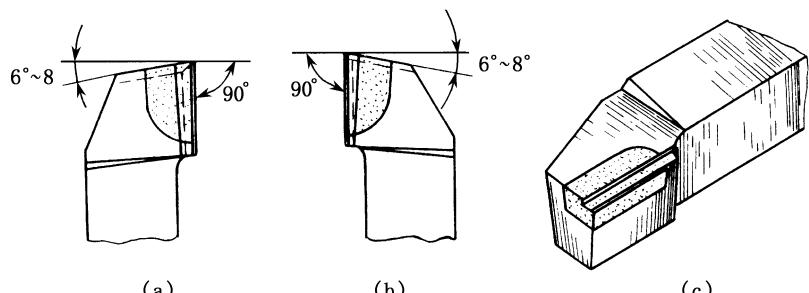
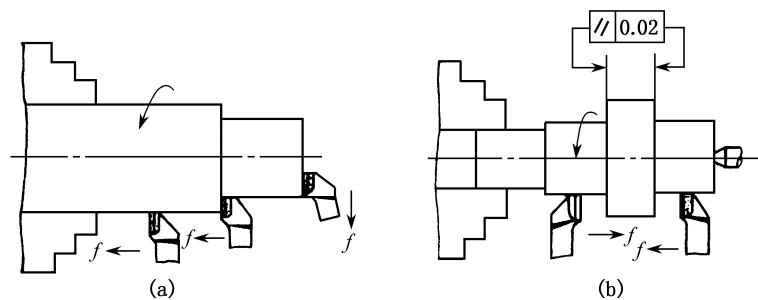
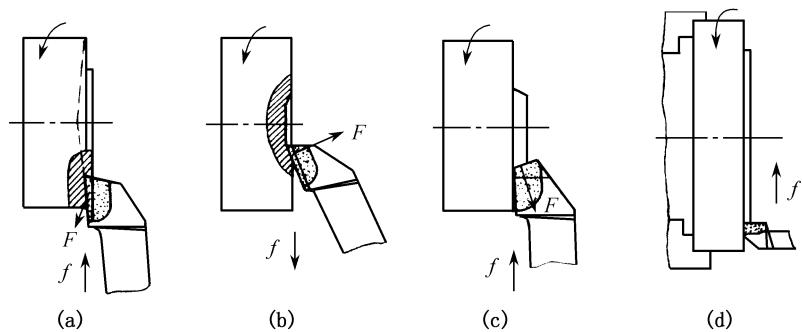

图 3-7 偏刀
图 3-8 偏刀的使用
图 3-9 用偏刀车端面
(1)  $90^\circ$  外圆车刀, 简称偏刀。按车削时进给方向的不同又可将偏刀分为左偏刀和右偏刀两种 (图 3-7)。
左偏刀的主切削刃在刀体右侧 (图 3-7 (a)), 由左向右纵向进给 (反向进刀), 又称反偏刀。
右偏刀的主切削刃在刀体左侧 (图 3-7 (b)), 由右向左纵向进给, 又称正偏刀。右偏刀一般用来车削工件的外圆、端面和右台阶。因为它的主偏角较大, 车削外圆时作用于工件的径向切削力较小, 不易将工件顶弯 (图 3-8)。在车削端面时, 因是副切削刃担任切削任务, 如果由工件外圆向中心进给, 当切削深度 ( $a_p$ ) 较大时, 切削力 ( $F$ ) 会使车刀扎入工件形成凹面 (图 3-9 (a)); 为避免这一现象, 可改由轴中心向外缘进给, 由主切削刃切削 (图 3-9 (b)), 但切削深度 ( $a_p$ ) 应取小值, 在特殊情况下可改为图 3-9 (c) 所示的端面车刀车削。左偏刀常用来车削工件的外圆和左向台阶, 也适用于车削外径较大而长度较短的工件的端面 (图 3-9 (d))。